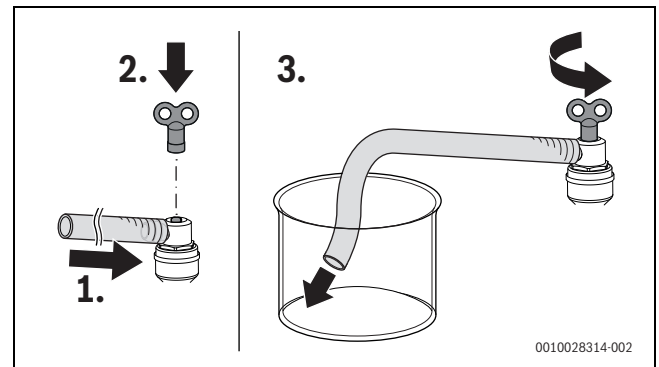

Рис. 101 Удаление воздуха из контура горячего водоснабжения и отопительного контура
- ▶ Опустите шланг в ёмкость (например, в бутылку) (→ рис. 101 и рис. 2.8, стр. 10).